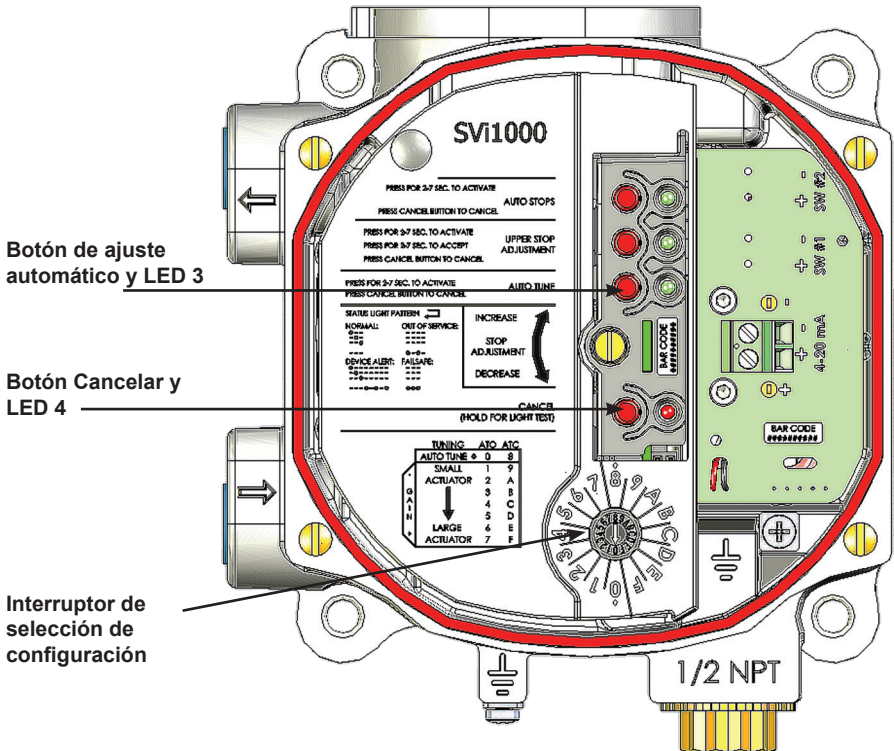

Figura 24 - Interruptor de selección de configuración
1. Configure el interruptor de selección de configuración en el parámetro de ajuste automático (Figura 24):